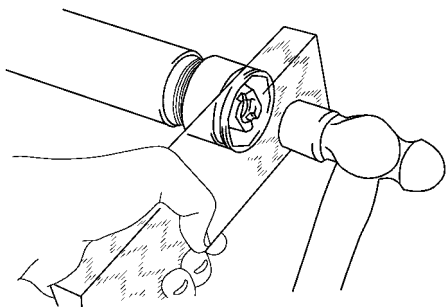

图 16-68 用木块和锤子将新油封敲入齿条壳体内
1) 在新油封上涂敷动力转向液压油, 装到缸端限位螺套上。然后使用木块和锤子将其敲入齿条壳体内, 如图 16-68 所示。